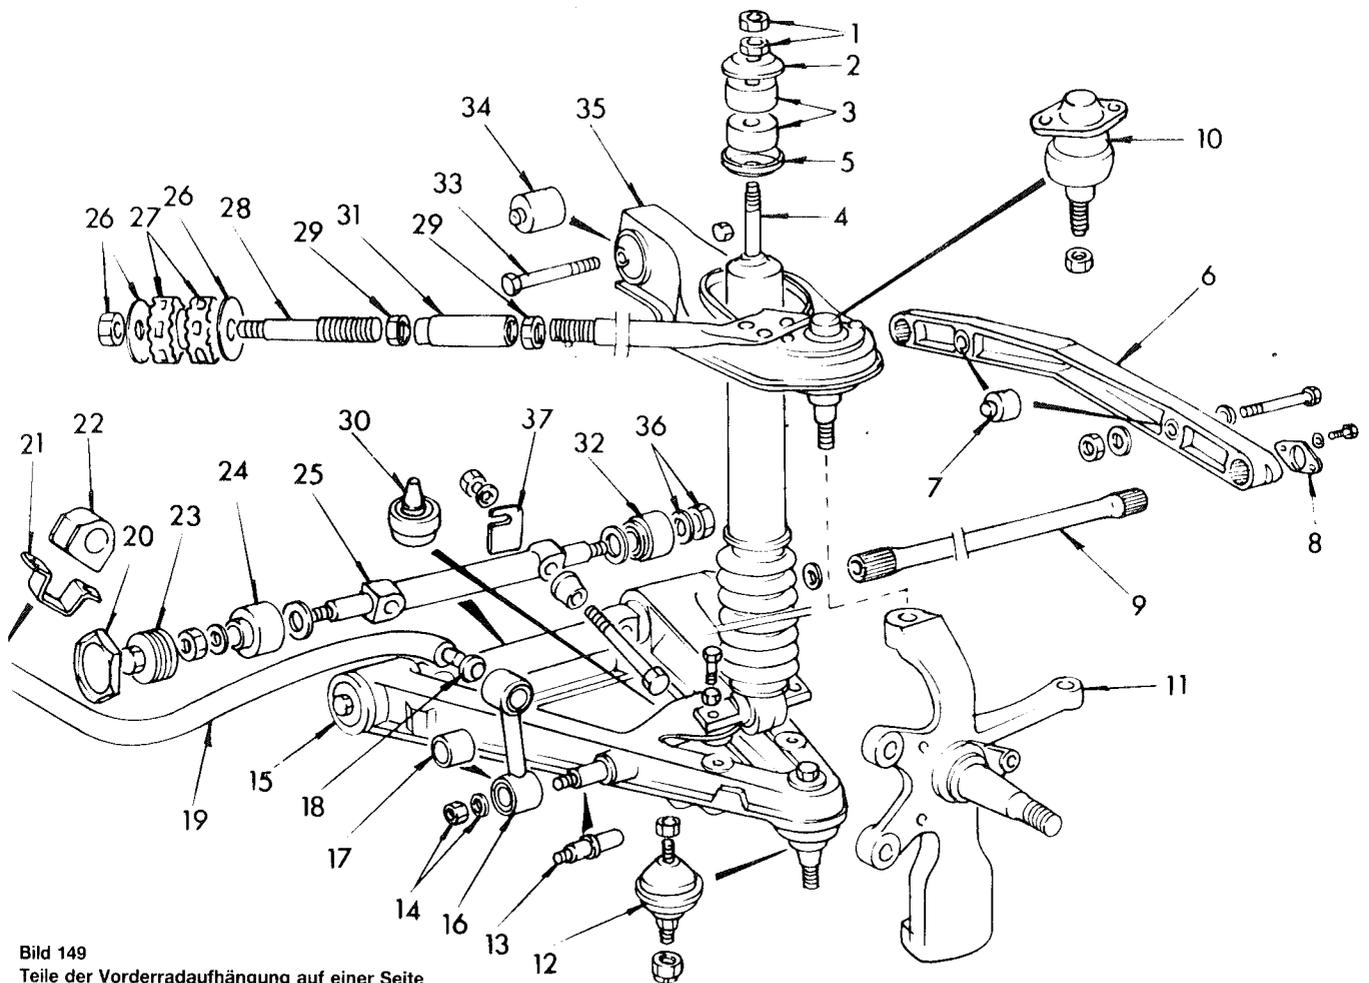

Bild 149
Die Vorderradaufhängung ist als Einzelradaufhängung ausgebildet und besteht aus unteren Dreiecksquerlenkern, die durch Drehstäbe abgefedert werden, und aus einfachen oberen Querlenkern. Die Anordnung der Vorderradaufhängung, zusammen mit der Lenkung, ist in Bild 148 gezeigt. Bild 149 zeigt die Teile der gesamten Aufhängung und alle anfallenden Arbeiten sind unter Bezug auf dieses Bild durchzuführen.
Unter Bezug auf Bild 149:
- An der hinteren Lagerung des Drehstabes («9» in Bild 149) den hinteren Deckel (8) abschrauben und an der freiwerdenden Fläche mit einem Körnerschlag die Endfläche des Drehstabes im Verhältnis zum Flansch zeichnen, und ebenfalls an der Eintrittsseite am unteren Querlenker eine betreffende Kennzeichnung vornehmen.